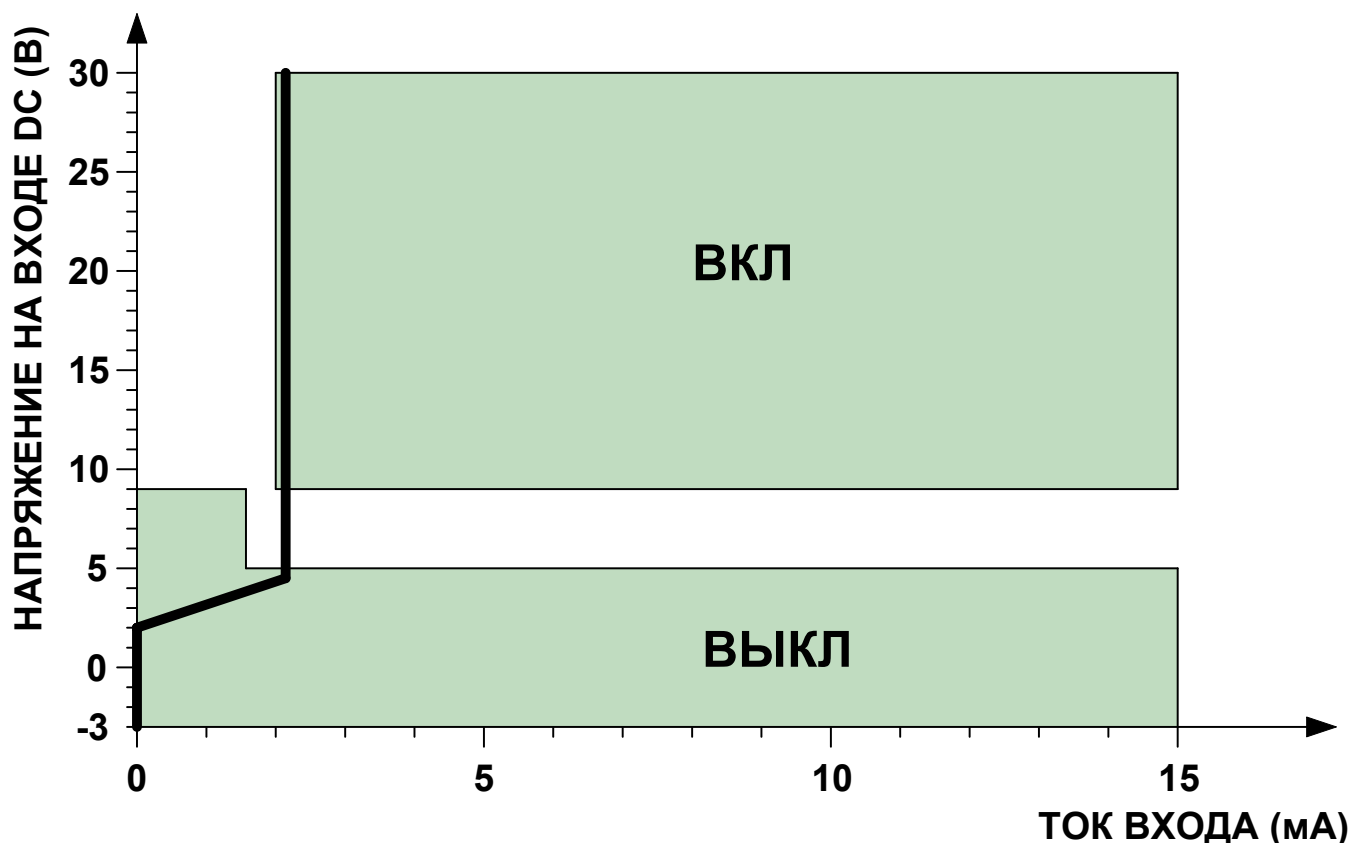

Рис. 4. График работы входов.
*** – график работы входов отображен на Рис. 4. Примечание: на заказ, возможно изменение порога включения входов (ВКЛ, ВЫКЛ, область перехода).